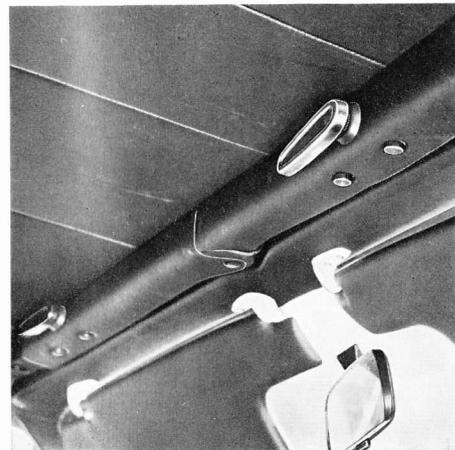

Fig. 1
1. Enficher les deux poignées de manoeuvre à droite et à gauche dans les trous pratiques à cet effet dans la traverse avant de la capote. Les leviers d'actionnement doivent être alors orientés vers la gauche (Fig. 1). Enfoncer les poignées jusqu'à encliquetage.